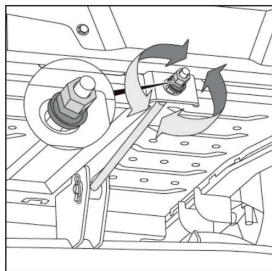

FIG.23
3. SI SE REQUIERE UN AJUSTE DE ADELANTE HACIA ATRÁS, DESPUÉS DE AFLOJAR LA CONTRATUERCA EXTERIOR (A, FIG. 23), GIRE LA TUERCA DE AJUSTE INTERIOR (B, FIG. 23) EN SENTIDO HORARIO PARA ELEVAR O EN SENTIDO ANTIHORARIO PARA BAJAR LA PARTE DELANTERA DE LA PLATAFORMA DE CORTE.